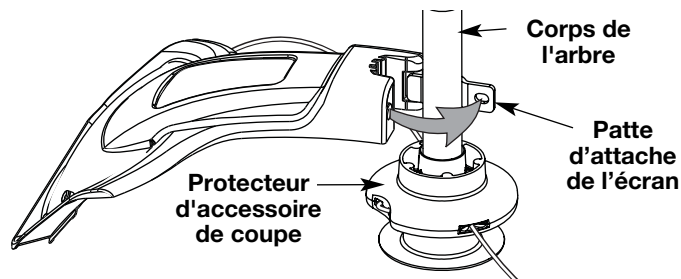

Fig. 1
1. Placez l'écran de l'accessoire de coupe sur le logement de l'arbre. Veillez à ce que la patte d'attache de l'écran glisse dans l'encoche au bord de l'écran de coupe. Tournez l'écran dans le sens contraire des aiguilles d'une montre (Fig. 1) pour le mettre en place. Les trous dans la patte d'attache de l'écran et l'accessoire de coupe s'aligneront.